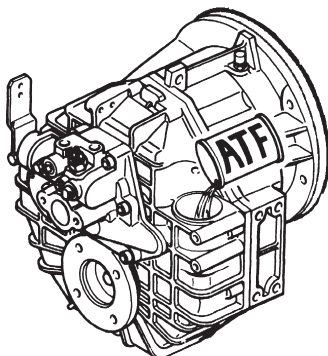

Fig. V-7
2.3.1 Fill with the following quantities of Automatic Transmission Fluid (ATF), and add the amount required for cooler and pipelines. (Figure V-7)
2.3.1 Riempire con olio per cambi automatici ATF rispettando le quantità sotto indicate; Aggiungere la quantità che si ritiene necessaria per il riempimento dello scambiatore di calore e dei relativi tubi di raccordo (fig.V-7)
2.3.1 Remplir avec les quantités suivantes d'huile A.T.F., et ajouter la quantité requise pour le refroidisseur et ses canalisations. (Fig. V-7)
2.3.1 Llenar con aceite para cambios automáticos ATF respetando las cantidades que a continuación se indican; añadir la cantidad que se considera necesaria para el llenado del enfriador y de los tubos del circuito de refrigeración (Fig. V-7).
2.3.1 Füllen Sie das Getriebe bis zur Max.-Markierung mit ATF-Getriebeöl (Automatic Transmission Fluid) plus der Menge, die für Ölkühler und Leitungen benötigt wird (Bild V-7).